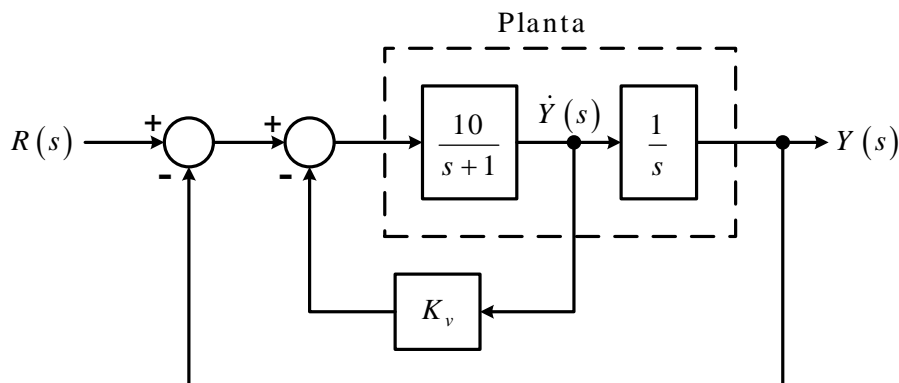

Figura 4
7. Dado o sistema de controle da Figura 4: